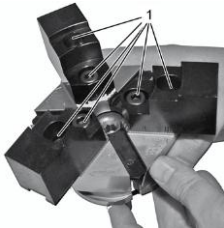

Fig. 13
3. Insérez les vis à six pans creux [Fig. 13/1] et serrez-les à fond.